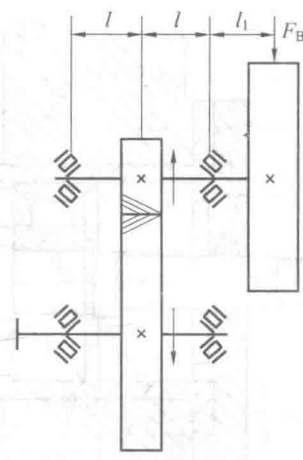

图 5
2. 图 5 所示为一对斜齿轮传动, 已知小齿轮的受力: 圆周力 $F_T = 2\,920\text{ N}$, 径向力 $F_R = 1\,110\text{ N}$, 轴向力 $F_A = 870\text{ N}$; 小齿轮单向回转, 转速为 $n_1 = 384\text{ r/min}$, 方向如图所示; 齿轮的参数为 $m_n = 2.5\text{ mm}$, $z_1 = 17$, $\beta = 16^\circ 35' 52''$ 。高速轴由一对 30206 轴承支承, $l = 50\text{ mm}$, $l_1 = 80\text{ mm}$, 轴端的 V 带带轮压轴力 $F_B = 1\,120\text{ N}$ 。计算分析当该小齿轮的轮齿分别为左、右旋时, 该轴左侧轴承的寿命有何不同。(计算中不考虑温度及冲击、振动对轴承寿命的影响)